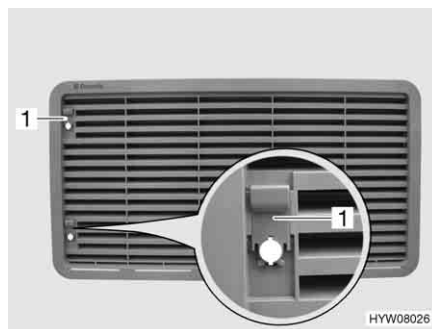

Fig. 224 Rejilla de ventilación del frigorífico (con corredera)
- Empujar la corredera (Fig. 224,1) hacia arriba.